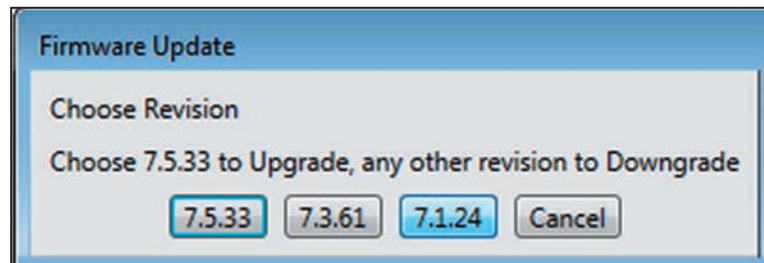

Figura 42. La ventana de diálogo Firmware Update Choose Revision (Actualización del Firmware Elegir Revisión) para seleccionar la versión del firmware.
**PASO 11.** Cuando aparezca la ventana de diálogo Firmware Update Choose Revision (Actualización del Firmware Elegir Revisión), seleccione la versión de firmware deseada. Ver Figura 42.